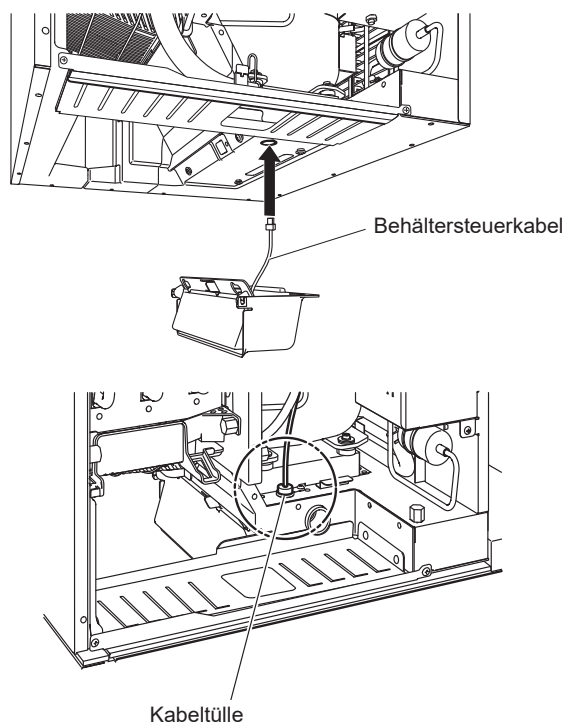

Abb. 5
- 6) Das Behältersteuerkabel durch die Öffnung unten im Geräteboden und danach durch die mitgelieferte Kabeltülle verlegen. Siehe Abb. 5.